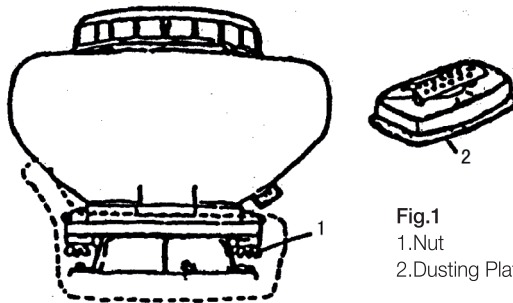

Fig.1
1) Quite las tuercas de mariposa jadas en el tanque de químicos y saque el tanque. Cambie la placa con polvo para desempolvar la misma, luego montar el tanque químico y atornillar las tuercas de mariposa como se muestra en Fig.1.